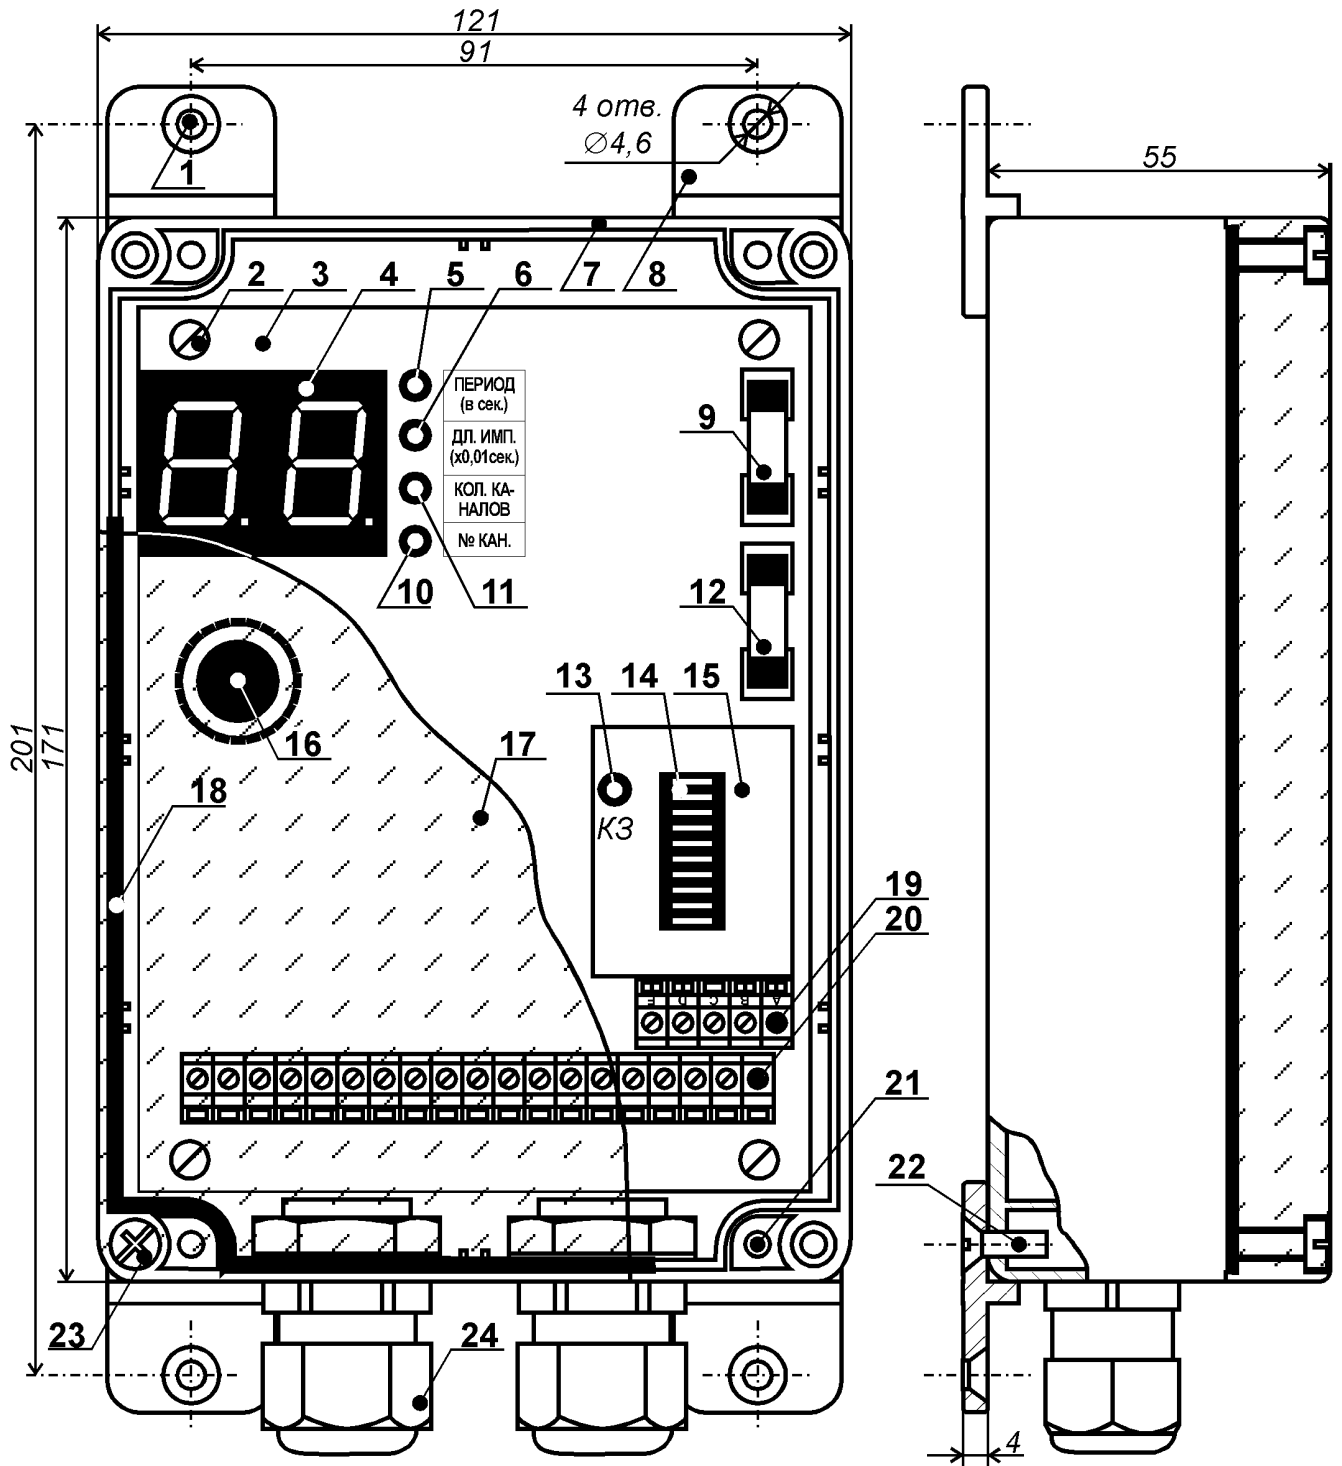

Рис. 1. Конструкция блока А-01.
Конструкция блока показана на рис. 1. Электрическая схема блока собрана на печатной плате [поз. 3], которая саморезами [поз. 2] закреплена в корпусе [поз. 7].
7.1. Перед монтажом блока необходимо установить на него кабельные сальники и крепёжные элементы, входящие в комплект поставки (см. рис. 1). Кабельные сальники вставляются в подготовленные отверстия на нижней стенке блока и изнутри закрепляются пластиковыми гайками, которые должны быть затянуты до упора. Затяжка гаек производится рукой, без применения специального инструмента.
Четыре крепёжные пластины [поз. 8 на рис. 1] устанавливаются снаружи и притягиваются к корпусу блока специальными винтами [поз. 22 на рис. 1]. Винты вворачиваются в отверстия [поз. 21 на рис. 1] на пластиковом дне корпуса с помощью отвёртки. Момент затяжки винтов должен обеспечивать надёжную фиксацию крепёжных пластин и не допускать их разрушения.
7.2. Блок устанавливается на стену (колонну) и должен быть надежно закреплён. Монтаж блока ведется с помощью винтов М4 или саморезов диаметром до 4,5 мм, вставляемых в четыре крепёжные отверстия [поз. 1 на рис. 1].
В процессе работы, когда индикаторы [поз. 5, 6, 11 и 10 на рис. 1] не горят, на цифровом табло [поз. 4 на рис. 1] отображается номер канала (выходной клеммы блока), в который будет выдан очередной импульс управления ЭПК.
8.2. Для того, чтобы изменить параметры управляющих сигналов, следует нажать на энкодер [поз. 16 на рис. 1]. При каждом нажатии последовательно включается один из светодиодов [поз. 5, 6, 11 и 10 на рис. 1], указывая на то, какой из параметров может быть изменён. Текущее значение параметра отображается на цифровом табло [поз. 4 на рис. 1]. Увеличение введённого значения осуществляется поворотом энкодера по часовой стрелке, а уменьшение - против.
8.3. При первом нажатии на энкодер загорается индикатор «ПЕРИОД» [поз. 5 на рис. 1] и на цифровом табло отображается текущий период повторения управляющих импульсов (в секундах). При вращении энкодера значение на табло меняется от 1 до 99 секунд с шагом в 1 секунду.
При следующем нажатии на энкодер загорается индикатор «ДЛ. ИМП.» [поз. 6 на рис. 1] и на цифровом табло отображается текущая продолжительность управляющих импульсов (в сотых долях секунды). При вращении энкодера значение на табло меняется от 3 до 50 с шагом 1, что соответствует длительности импульса от 0,03 до 0,5 секунд с шагом в 0,01 секунды.
При очередном нажатии на энкодер загорается индикатор «КОЛ. КАНАЛОВ» [поз. 11 на рис. 1] и на цифровое табло выводится число управляемых ЭПК (от 1 до 8 с шагом 1). На тех клеммах блока, номера которых больше значения на цифровом табло, импульсы встряхивания рукавов фильтра-циклона формироваться не будут.
8.5. Если нажать на энкодер в момент, когда горит индикатор «КОЛ. КАНАЛОВ», то блок переходит в режим, предназначенный для диагностики неисправностей в катушках ЭПК. При этом загорается индикатор «№ КАН.» [поз. 10 на рис. 1] и управляющие импульсы выдаются только на одну выходную клемму. Её номер отображается на цифровом табло. Вращением энкодера можно выбрать любую из выходных клемм блока (от 1 до 8 с шагом 1) и сравнить между собой токи потребления каждого ЭПК. Это позволяет выявить наличие обрывов, межвитковых или коротких замыканий в их катушках. Для выхода из режима диагностики требуется нажать на энкодер, после чего управляющие импульсы вновь будут распределяться по заданному количеству каналов.
| Периодическое включение индикатора «КОРОТКОЕ ЗАМЫКАНИЕ» [поз. 13 на рис. 1] на МКЗ-09. | Короткое или межвитковое замыкание в одном или нескольких электропневмоклапанах. | Перейдя в режим «№ КАН.» (см. п. 8 настоящего паспорта), определить номера неисправных электро-пневмоклапанов и заменить их. |
| При включении блока перегорает предохранитель FU1 [поз. 12 на рис. 1]. | Короткое замыкание в первичной обмотке трансформатора электропитания блока (тип трансформатора – ТП121-К12). | Заменить трансформатор электропитания блока. |
| При включении блока перегорает предохранитель FU2 [поз. 9 на рис. 1]. | Неисправность модуля коммутации, индикации и токовой защиты МКЗ-09. | Заменить модуль МКЗ-09. |